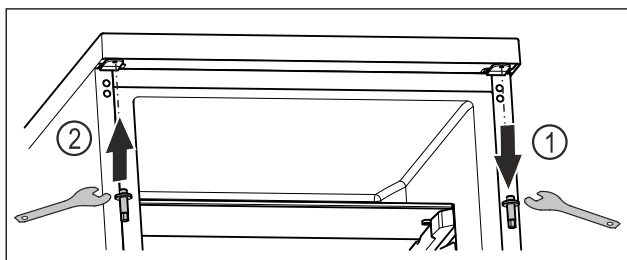

Fig. 18
- Izskrūvējiet augšējo tapu ar ārēju sešstūra uzgriežņatslēgu. Fig. 18 (1)
- Pieskrūvējiet tapu pretējā pusē ar ārēju sešstūra uzgriežņatslēgu. Fig. 18 (2)